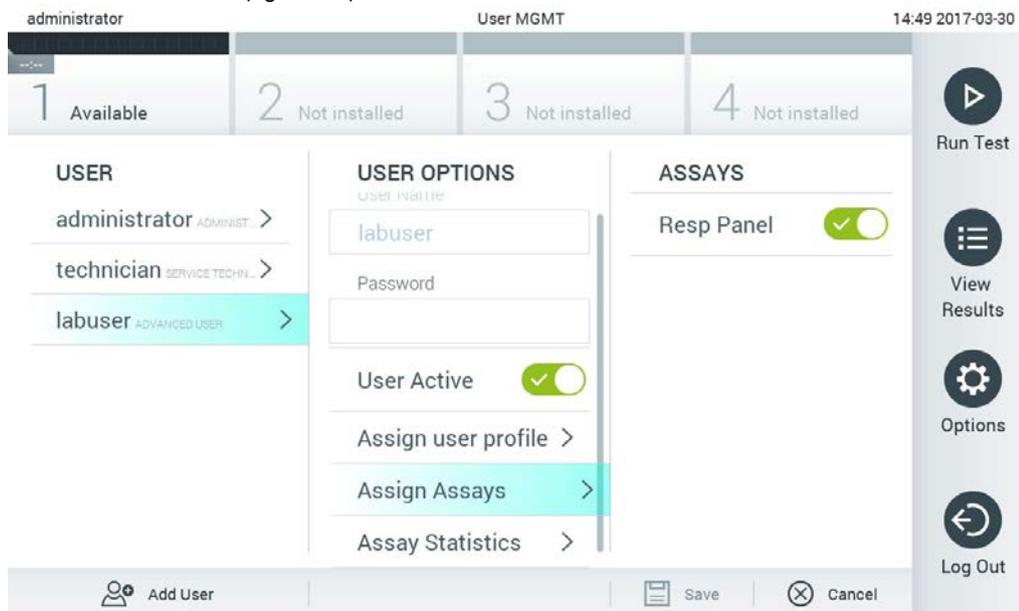

Figura 61. Asignación de ensayos a usuarios.
- Assign Assays (Asignar ensayos): permite definir los ensayos a partir de la base de datos de ensayos que el usuario puede ejecutar. Seleccione los ensayos de la lista a la derecha del área de contenido (figura 61).